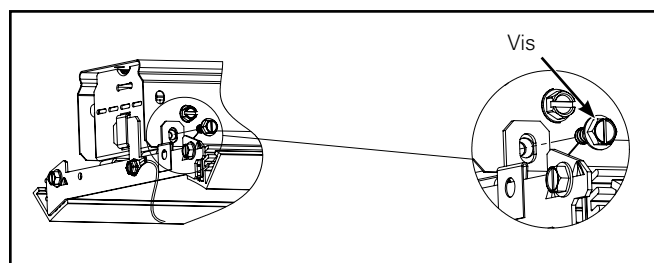

Figure 4.
4. Fixez l'assemblage du guide d'ondes à l'assemblage du canal avec les vis fournies, figure 4. (Un seul côté du luminaire) (Utilisez une longue mèche ou un outil à angle droit).